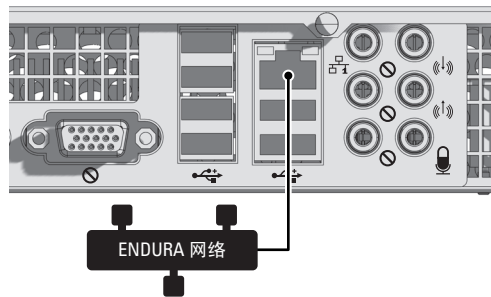

图 13. 网络电缆连接
1. 把无屏蔽双绞 (UTP) 电缆的一端连接到 NET5402R-HD 背面板上的网络连接器（请参见图 13）。使用标准 Cat5 电缆或带有 RJ-45 连接器的更好 (UTP) 电缆。